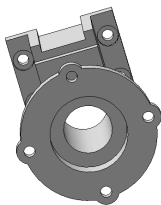

图 7-107 创建通孔
4) 创建通孔 (切除拉伸 6 特征)。单击“特征”控制面板中的  (拉伸切除) 按钮, 或选择菜单栏中的“插入”→“切除”→“拉伸”命令, 在弹出的“切除-拉伸”属性管理器中设置拉伸切除终止条件为“完全贯穿”, 然后单击  (确定) 按钮, 效果如图 7-107 所示。